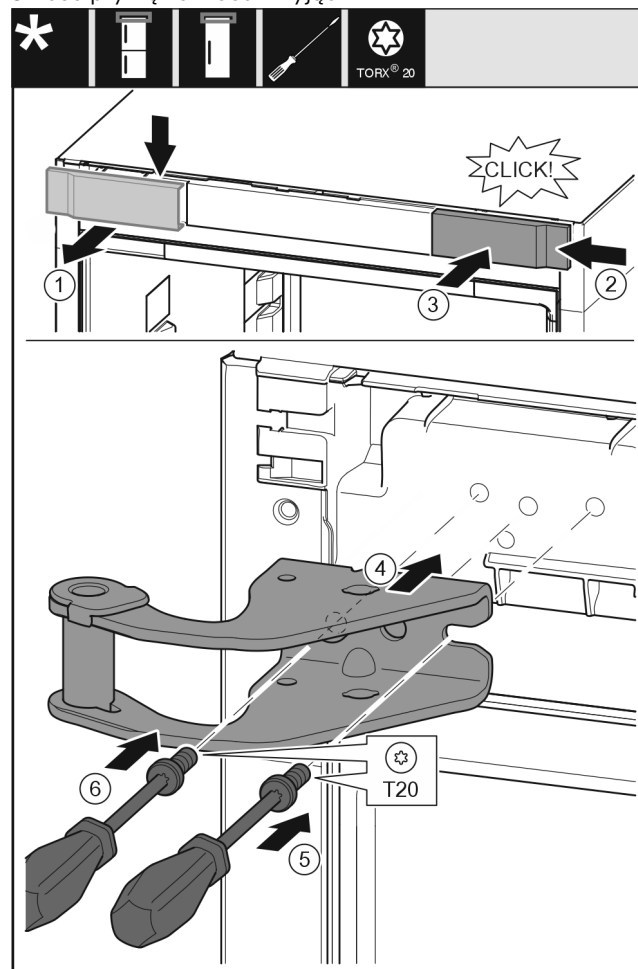

Fig. 8
- ▶ Wyjąć osłonę od góry do przodu. Fig. 8 (1)
- ▶ Osłonę obrócić o 180° założyć z drugiej strony od prawej. Fig. 8 (2)
- ▶ Zazębić osłonę. Fig. 8 (3)
- ▶ Założyć górną płytkę zawiasu. Fig. 8 (4)
- ▶ Śrubę założyć przy pomocy śrubokręta T20 i mocno dokręcić. Fig. 8 (5)
- ▶ Śrubę założyć przy pomocy śrubokręta T20 i mocno dokręcić. Fig. 8 (6)